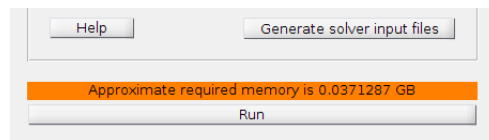

Figura 4.5: Aviso del espacio de memoria RAM necesario para calcular estimado
- Espere hasta que termine el proceso. Si el proceso de mallado ocurre sin fallos, aparecerá un letrero indicando el espacio en memoria RAM necesario estimado para los cálculos (Véase la figura 4.5).